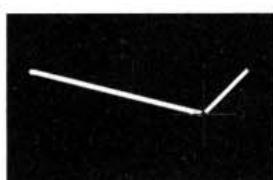

图 11-7 将一条导线分为两条
(2) 单击一下“A”点，鼠标变为十字，移动光标可以拖动导线的端点；在另一位置再单击鼠标左键，即可将导线的端点移动到新位置。
(3) 单击一下“B”点，鼠标变为十字，移动光标，本是直线的导线即变为折线；在另一位置再单击鼠标左键，原来的导线即被分为了两条，如图 11-7 所示。